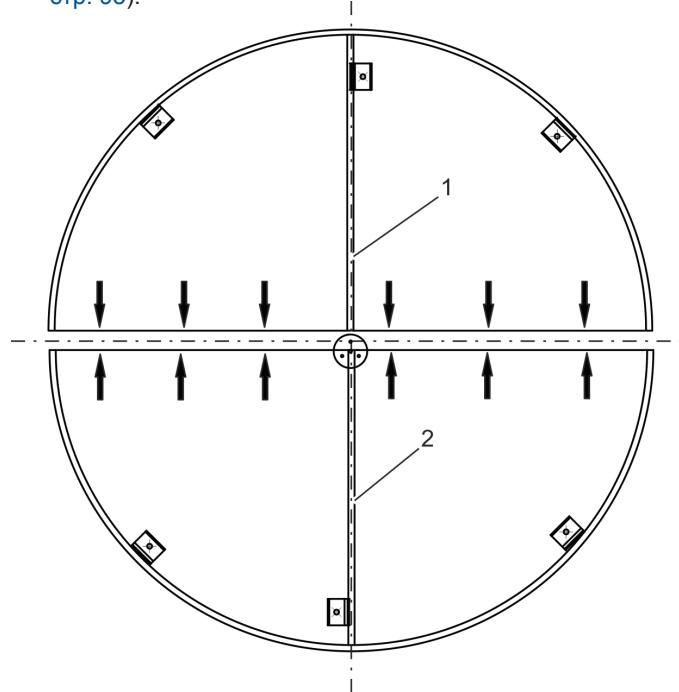

Рис. 26 Половины напольного кольца
1. Соединить половины напольного кольца (рис. 26/1 + 2) с помощью винтов в указанных точках (рис. 26/↑ + ↓).